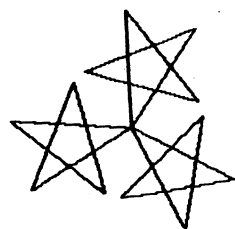

图 2.4 旋转五角星
4. 画三个旋转五角星: 每画完一个五角星后,让海龟右转120度,共重复三次。如图2.4